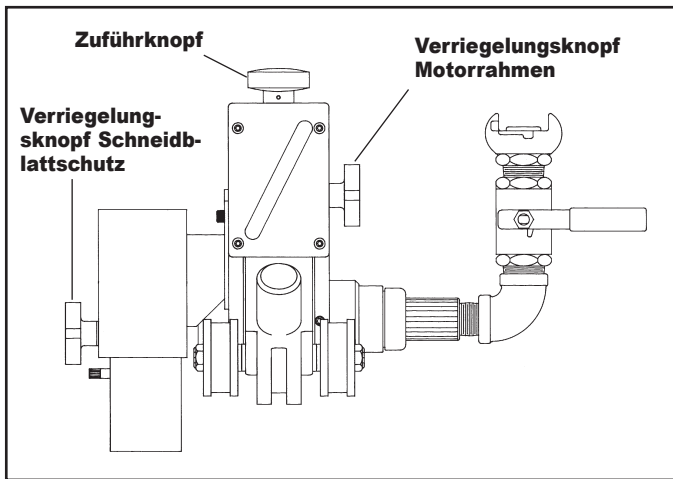

ABB. 4
1. Drehen Sie am Motorrahmen den Verriegelungsknopf los. (Abb. 4)
2. Ziehen Sie den Motorrahmen wieder in die oberste Position. Drehen Sie hierzu den Vorschubknopf entgegen dem Uhrzeigersinn. (Abb. 4)
2. Drehen Sie den Vorschubknopf des Schneidwerkzeugs im Uhrzeigersinn (Abb. 4): Senken Sie Motor und Schneidwerkzeug so ab, dass sie jeweils dem Rohr nahe kommen, dieses jedoch nicht berühren. Der Knopf zum Verriegeln des Motorrahmens sollte fest sitzen, der Motorrahmen sich aber trotzdem verschieben lassen.
- 2.* Wenn Ihnen die Dicke des zu schneidenden Rohrs bekannt ist, drehen Sie den Vorschubknopf so lange im Uhrzeigersinn (Abb. 4), bis der Zeiger die gewünschte Schneidetiefe anzeigt. Lassen Sie mindestens 1/4" (6,4 mm) über die Schneidetiefe des Messers hinweg zu.
*Eine Ausnahme hiervon ist die Verwendung des Gehrungsschneiders für Kunststoffrohre. In diesem Fall würde das Schneidwerkzeug erst dann eingreifen, wenn der Gehrungsschneider zu schneiden beginnt. Zu diesem Zeitpunkt könnten Sie anhand des Zeigers am Tiefenmesser den Grad der Abschrägung ablesen: Ist er bis zum Anschlag vorgerückt, beträgt die Abschrägung 15/16" (24 mm). Siehe Abb. 4.
3. Ziehen Sie den Verriegelungsknopf am Motorrahmen fest. (Abb. 4)
4. Ziehen Sie den Knopf zum Verriegeln des Schneidblattschutzes ca. 3 mm (1/8") vom Rohr entfernt fest. (Abb. 4)